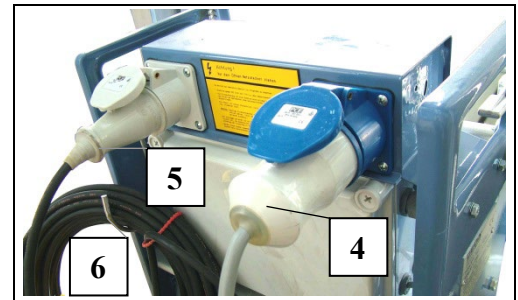

Fig. 33 Steckerleiste der Winde
- Das überschüssige Kabel sorgfältig aufrollen und am Haken (Fig. 33 Pos. 6) einhängen. - Sonst besteht Unfallgefahr durch Hängenbleiben oder Kabelbeschädigung.
- Seil (1) an der Seilwinde aus Federschlaufe (2) aushängen.
- An der Steuerflasche Taste AB drücken. - Genügend Seil abspulen, dabei Seil straffen, damit der Schlaffseilschalter (3) in Betriebslage bleibt.